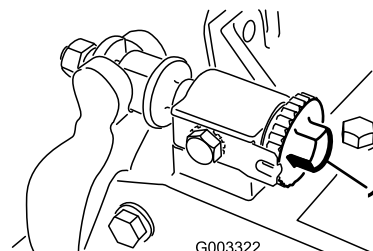

図7
- A. ベッドバー調整ネジを時計回り(図7)に、軽い接触感と音がするまで1度に1クリックずつ回す。